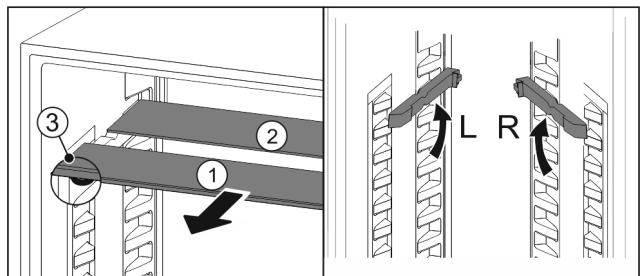

Fig. 76
- ▶ Glasplaten afzonderlijk vanaf de voorkant eruit trekken Fig. 76 (1).
- ▷ Glasplaat Fig. 76 (1) met sierlijst ligt voor.
- ▷ Stops Fig. 76 (3) zijn naar onder gericht.